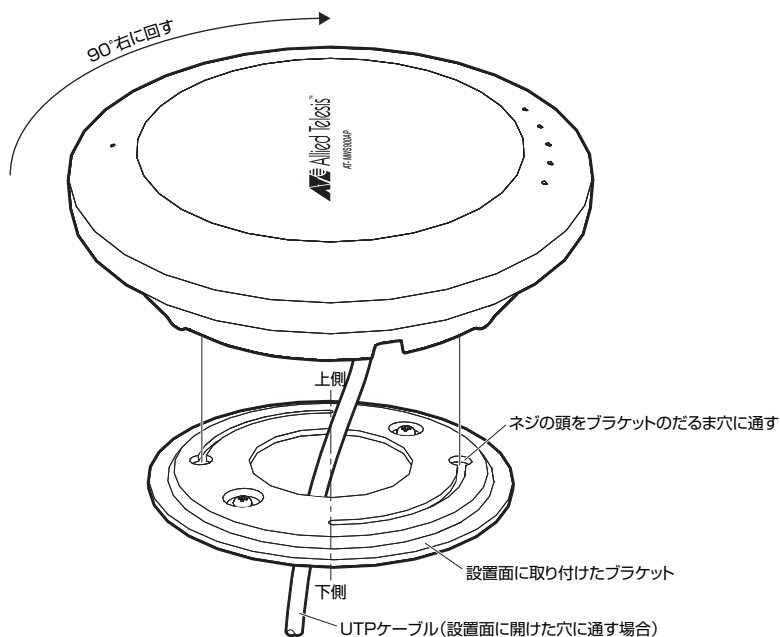

図 2.3.5 本製品背面のようす
- 5 設置面にブラケットを取り付ける下穴を開け、タッピングスクリューでブラケットを取り付けます。設置面内部に UTP ケーブルを通す場合は、ケーブル穴を設置面に開けてください (図 2.3.5 参照、p.29)。